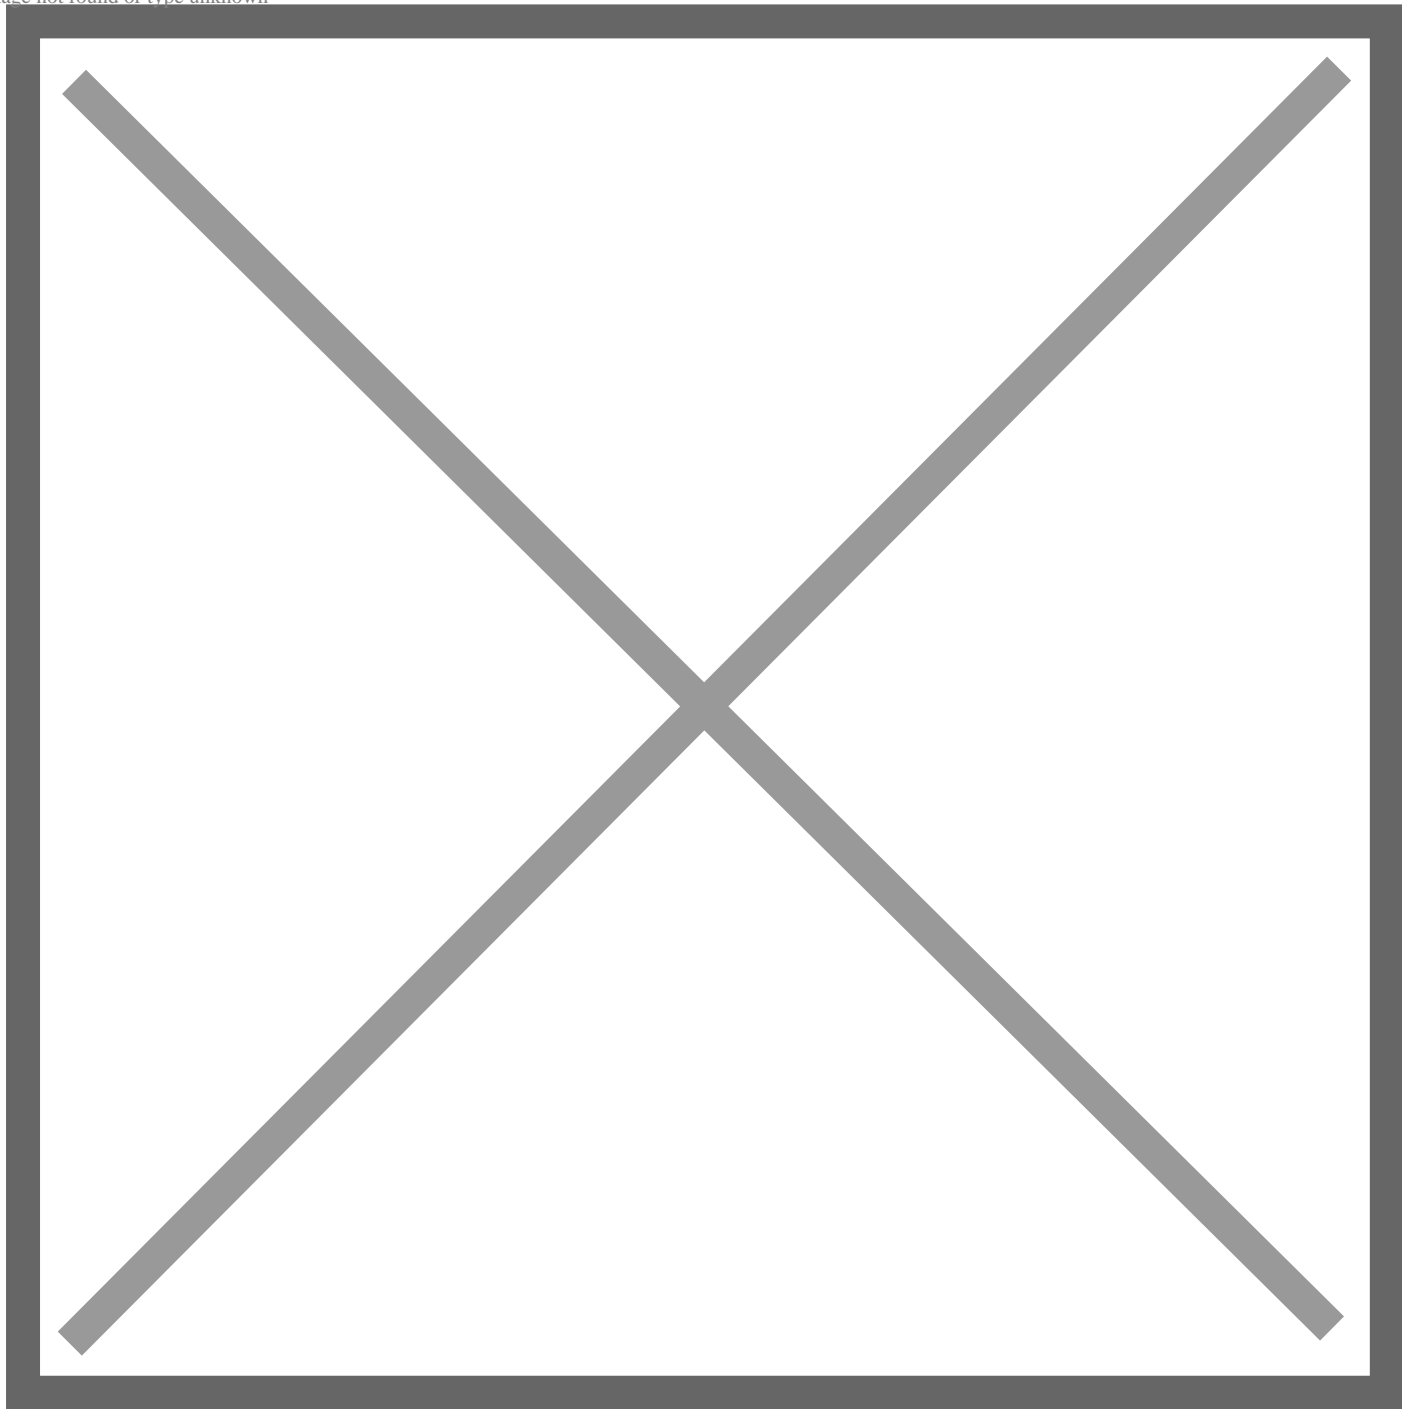

图3 加载DBC文件
3、DBC解析界面中，点击加载DBC，选择对应的DBC文件打开，本文以J1939协议为例，选择j1939.dbc打开，解析柴油机、卡车或者公交车等协议，如图3所示。